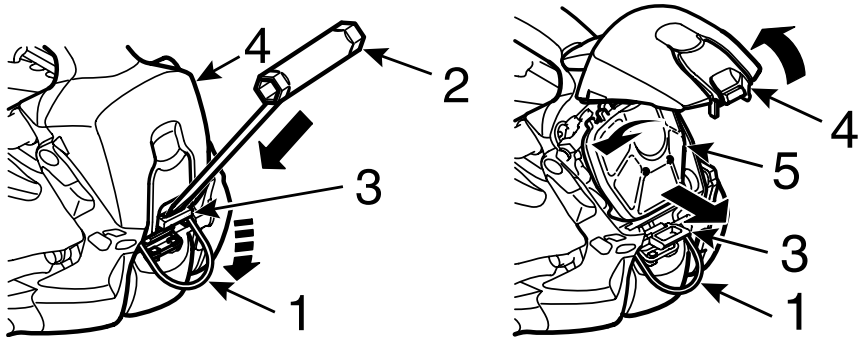

Рисунок 20. Схема демонтажу повітряного фільтра.
6.6. Обслуговування повітряного фільтра (рис. 20).